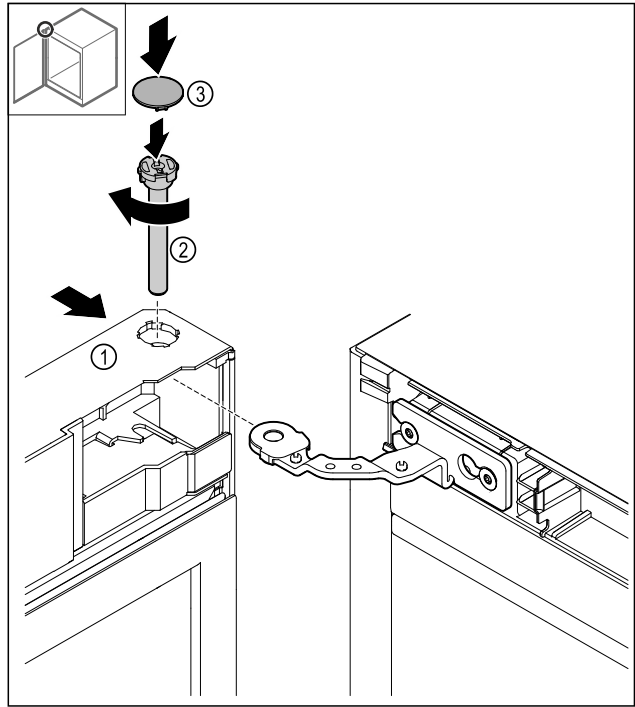

Fig. 41
- Spingere la porta Fig. 41 (1) in alto sulla cerniera.
- Inserire i bulloni e Fig. 41 (2) fissarli ruotandoli in senso orario.
- Applicare la copertura Fig. 41 (4).